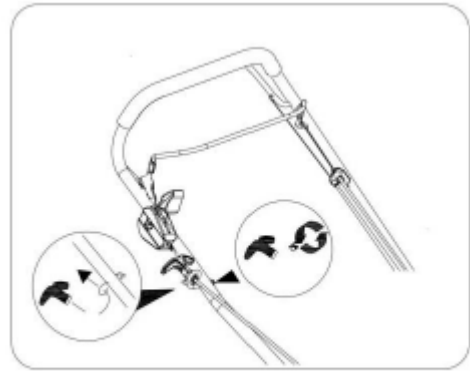

Figure 3-3
3. Ziehen Sie das Seil durch die Ösenbolzen. Siehe Abbildung 3-3.